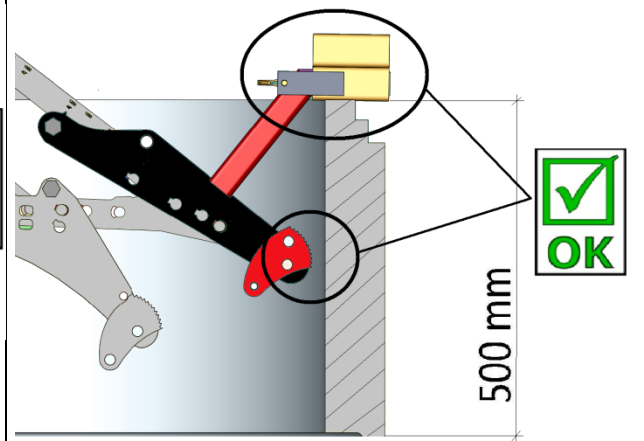

Bild 4
**Bild 4** näyttää kaivonrenkaan, jonka kokonaiskorkeus on korkeampi kuin 250 mm (esim. 500 mm) ja siihen on asetettu "sovitinsarja" (44000079) SVZ-UNI:n normaalia käyttöä varten. Syy: jotta sovitinsarja ei häviäisi.